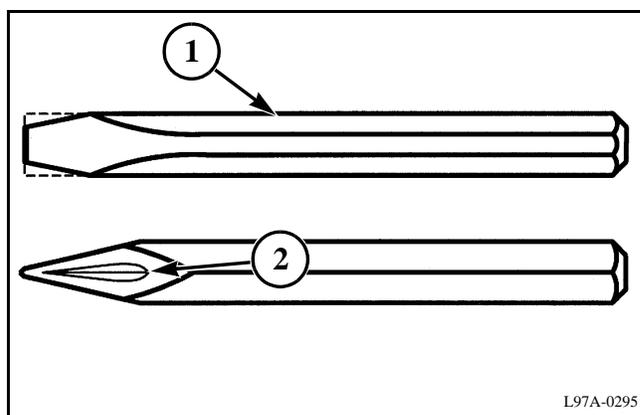

FIG. 4
FIG. 4: Fabrique una herramienta especial para sacar chavetas con cabeza de lugares a los que le cueste acceder. Utilice un cincel de 25 mm (1 pulg.) de ancho y púlalo hasta que quede de 16 mm (5/8 pulg.) (1). Forme una ranura (2) a cada lado de la cabeza del cincel. La ranura se utiliza para evitar que el cincel resbale.